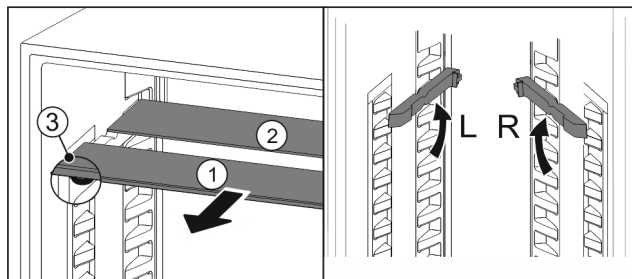

Fig. 157
- ▶ 将玻璃隔板逐个向前拉出 Fig. 157 (1)。
- ▷ 带装饰条的玻璃隔板 Fig. 157 (1)在前。
- ▷ 阻挡装置 Fig. 157 (3)指向下方。